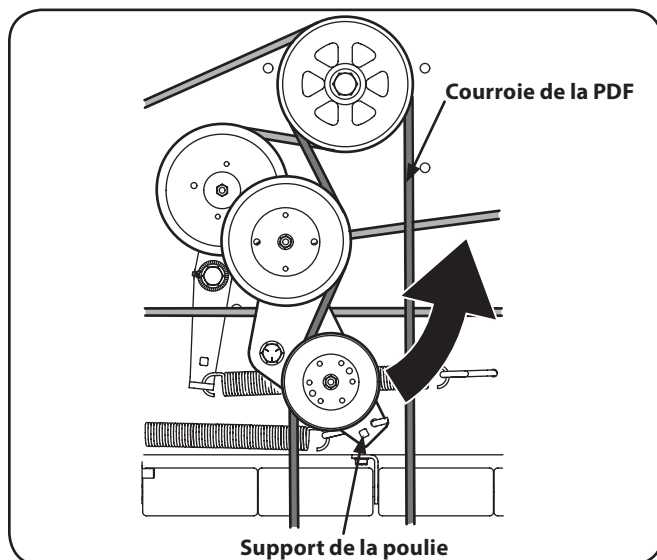

Figure 7-2
- Insérez un bras de force de ½" dans le support de la poulie de tension et tournez-le vers la droite du tracteur. Ensuite, faites glisser la courroie hors de la poulie de la prise de force. Voir Figure 7-2.